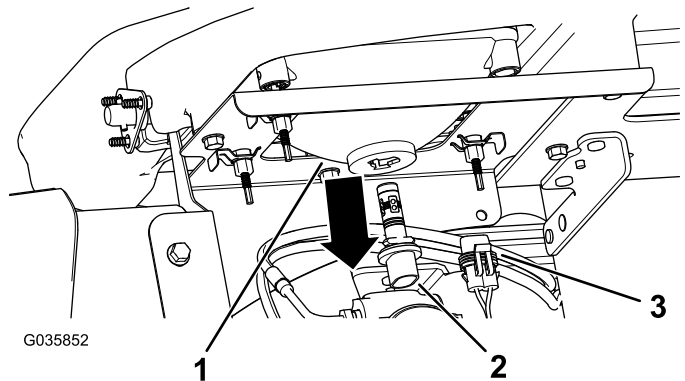

Figura 52
3. Scollegate il connettore elettrico del cablaggio dal connettore del gruppo luci sul retro del vano del faro (Figura 52).
4. Ruotate il gruppo luci di  $\frac{1}{4}$  giro in senso antiorario spostandolo indietro, fuori dalla sede del vano del faro (Figura 52).
5. Inserite il nuovo gruppo luci e il vano del faro e allineate le linguette nel gruppo luci alle fessure nel vano del faro (Figura 52).
6. Fissate il gruppo luci ruotandolo di 1/4 di giro in senso orario (Figura 52).
7. Collegate il connettore elettrico del cablaggio al connettore del nuovo gruppo luci (Figura 52).